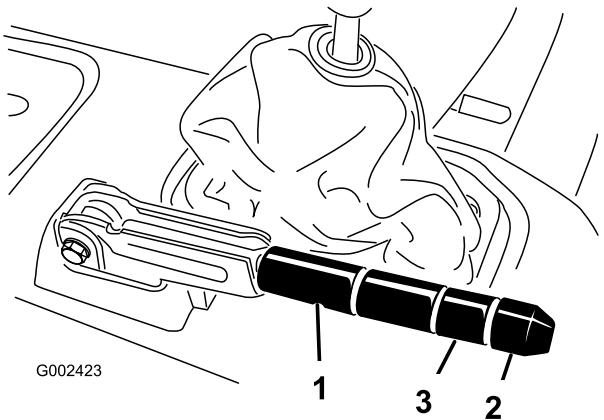

Figura 68
2. Allentate la vite a pressione che fissa la manopola alla leva del freno di stazionamento (Figura 68).